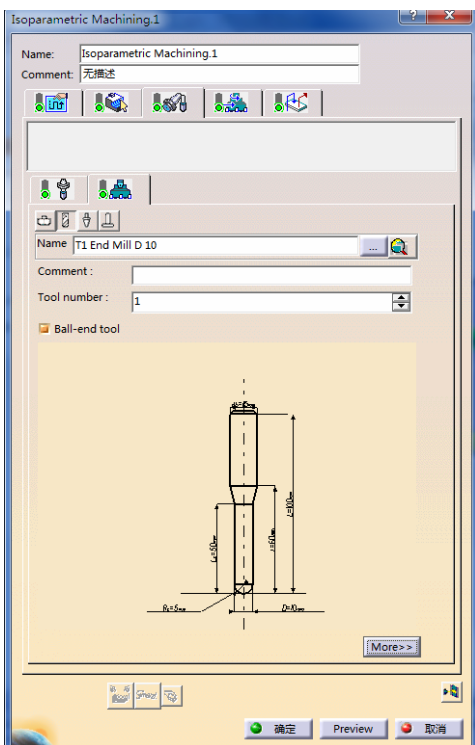

图 4-98 刀具参数选项卡（4）
- 单击“Isoparametric Machining.1”对话框（2）中的，切换到刀具参数选项卡（4），在“Name”文本框中输入“T1 End Mill D10”，选中“Ball-end tool”复选框，如图 4-98 所示。